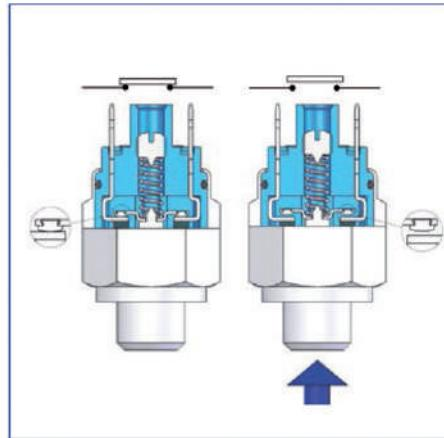

FIG. 2
- La rappresentazione di Fig. 2 mostra un pressostato con contatti NORMALMENTE CHIUSI (N.C.) in assenza di pressione. Vediamo infatti che in assenza di pressione i contatti sono chiusi e il segnale è presente sui contatti esterni. Al raggiungimento della pressione di taratura il contatto elettrico si solleva interrompendo il segnale.
- The diagram of Fig. 2 shows a pressure switch with **NORMALLY CLOSED (NC)** contacts in the absence of pressure. We can see that the contacts are closet and the signal is present on the external contacts. When the pressure setting is reached, the electrical contact rises and interrupts the signal.